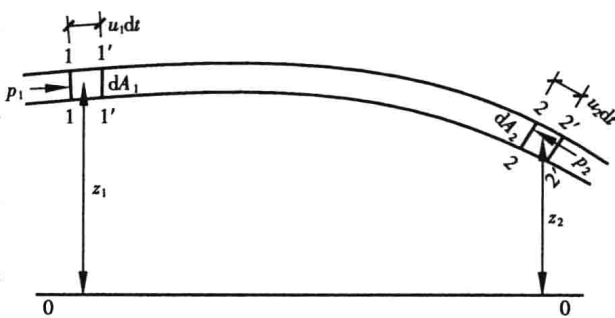

图 10-2 元流能量方程
(1) 理想流体恒定元流的伯努利方程 在流场中选 取元流,如图 10-2 所示。在元流上沿流向取 1-1、2-2 两断面,两断面的高程和面积分别为 z_1 、 z_2 和 dA_1 、 dA_2 ,两断面的流速和压强分别为 u_1 、 u_2 和 p_1 、 p_2 ,有